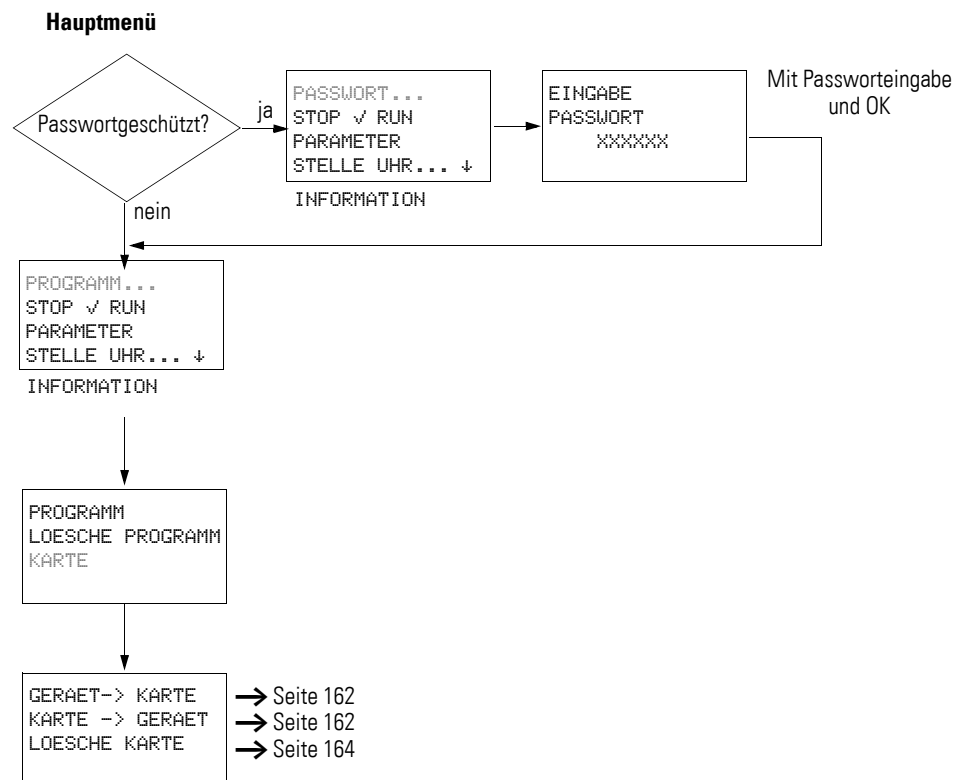

Abbildung 107: Menü KARTE wählen
- Sie befinden sich im Menü KARTE und der Passwortschutz ist aufgehoben, → Abbildung 107, Seite 161.